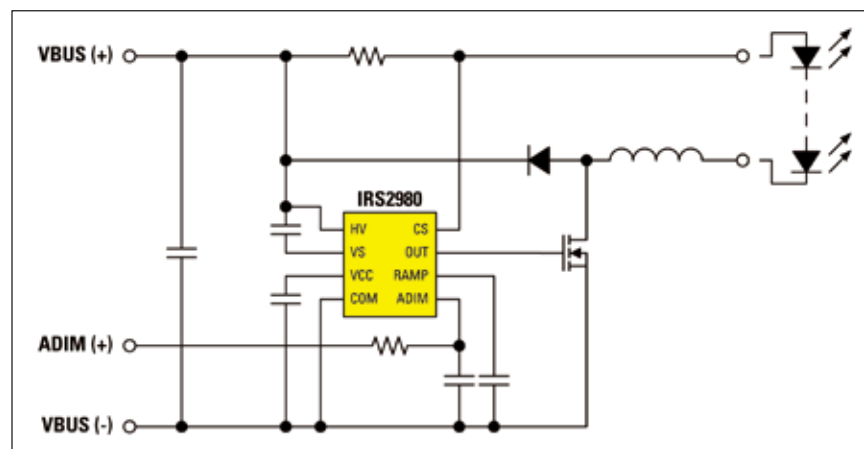

图5: 降压LED应用图
除了需要一个持续的电流输出而非持续电压输出外，LED 应用与 AC/DC 应用非常相似。而且，根据终端照明系统的要求，它们可能需要或者不需要进行绝缘处理。由于终端应用可能要求许多不同的 LED 输出配置，因此 LED 呈现出其在电源设计方面的独有挑战。其中包括以单串连接或以数个并行串连接的各种数量的 LED。而且现在市场上有各种具有不同额定电流的 LED 产品 (100mA, 350mA, 700mA, 1A 等)，因此一个具有良好设计的电源应该全部能够满足。国际整流器公司 (IR) 的最新 LEDrivIR™ IC 用于控制一个非绝缘型离线降压转换器 (图 5)。这款 ASIC 包括一些同样利用 IR 公司 600V HVIC 技术实现的非常新颖的功能。在这个电路布置中，LED 连接着直流总线电压和降压电感器，因此感应到的 LED 电流可能会有所不同。然而，IRS2980 可以直接感应 LED 电流并且在内部将这些信息提供给低端控制电路。